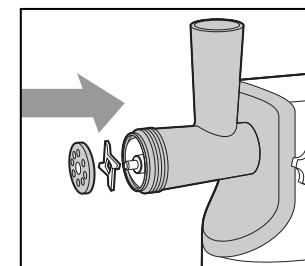

Рис. 3
3. Наденьте крестообразный нож на шнек таким образом, чтобы его закругленная сторона была повернута к шнеку, а гладкая соприкасалась с решеткой мясорубки (см. Рисунок 3). ПРИМЕЧАНИЕ: если нож будет установлен неправильно (режущей стороной по направлению к шнеку), он не будет выполнять функцию рубки.